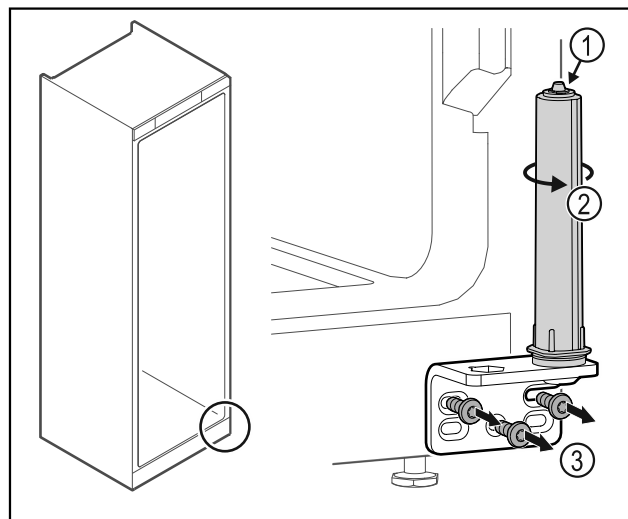

Fig. 51
- ▶ Systemu blokującego drzwi Fig. 51 (1) nie należy demontować.
- ▶ System blokujący Fig. 51 (2) obrócić do momentu, aż kliknie.
- ▶ Odkręcić zawias Fig. 51 (3).